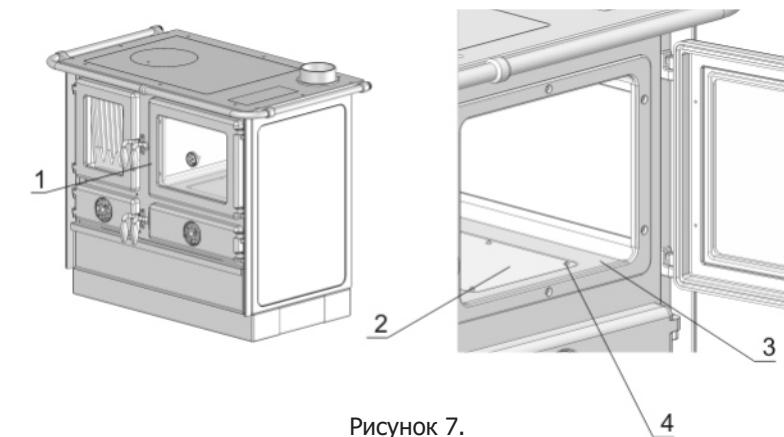

Рисунок 7.
Открыть дверцу духовки (Рисунок 7.)(1), отвинтить 6 винтов (4) на дне духовки (3) и снять крышку со дна духовки (2). Вспомогательным прибором устраниТЬ накопившуюся сажу со дна плиты и из-под духовки. После очистки вернуть обратно крышку дна духовки в первоначальную позицию и закрепить винтами с дном духовки.